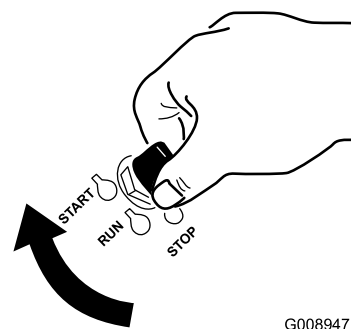

Figura 17
1. Girate la chiave di accensione in posizione AVVIO (Figura 17).